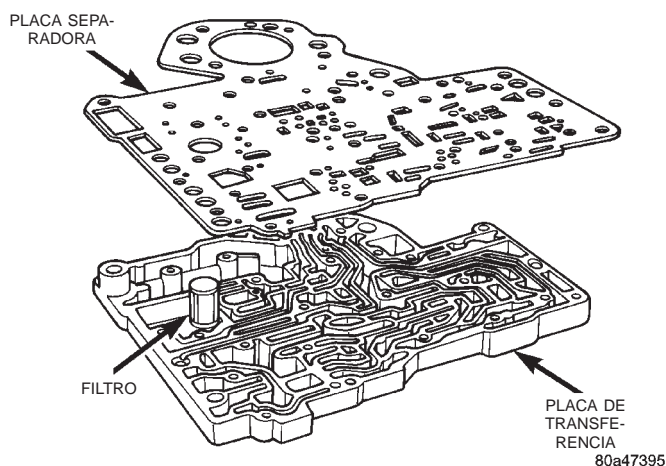

Fig. 61 Placas de transferencia y separadora
(23) Inserte el filtro en la abertura de la placa separadora (Fig. 61).
(24) Coloque la placa separadora en su posición en la placa de transferencia e instale tornillos para fijar la placa separadora a la placa de transferencia (Fig. 61).